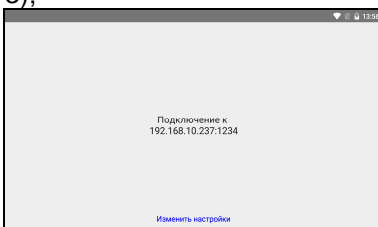

Рисунок 3
- ПО выполнит подключение к контроллеру СЭП, с указанным IP-адресом (рисунок 3);